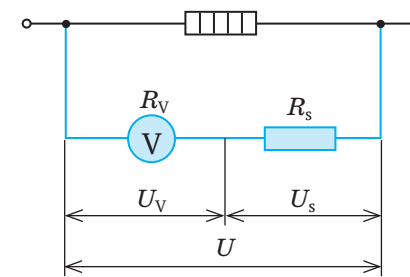

Fig. 3
7. Orice voltmetru este prevăzut pentru măsurarea tensiunii, ce nu depășește o anumită limită. Însă dacă la voltmetru se va lega în serie o rezistență suplimentară (R_s) – rezistor (fig. 3), atunci limita măsurării voltmetrului se va mări. Aceasta se întâmplă de aceea, că tensiunea măsurată U